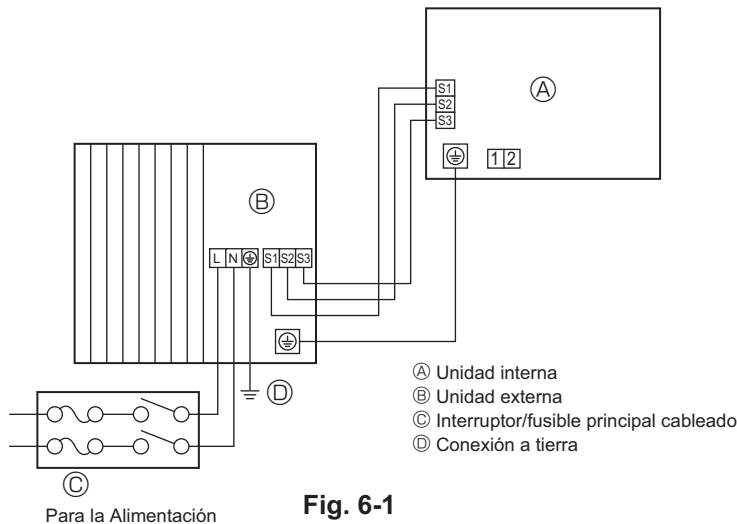
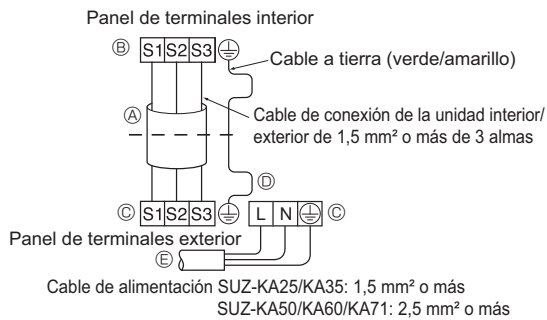
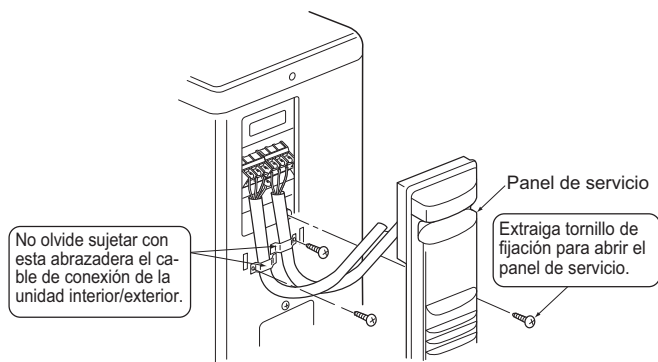
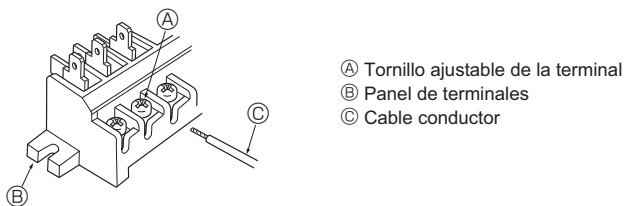

Fig. 6-1
Fig. 6-2
Fig. 6-3
Fig. 6-4
6.1. Unidad exterior (Fig. 6-1, Fig. 6-2, Fig. 6-3, Fig. 6-4)
- ① Retire el panel de servicio.
- ② Conecte los cables de acuerdo con la Fig 6-1, Fig 6-2, Fig 6-3 y la Fig 6-4.
- Realice el tendido eléctrico como muestra el diagrama inferior izquierdo (los cables no vienen incluidos). (Fig. 6-2)
- (A) Cable de conexión
- (B) Panel de terminales interior
- (C) Panel de terminales exterior
- (D) Instale siempre un cable de tierra más largo que el resto de cables.
- (E) Cable de alimentación
- Asegúrese de no realizar un mal cableado. (Fig. 6-4)